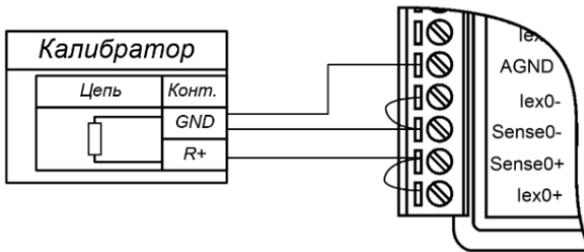
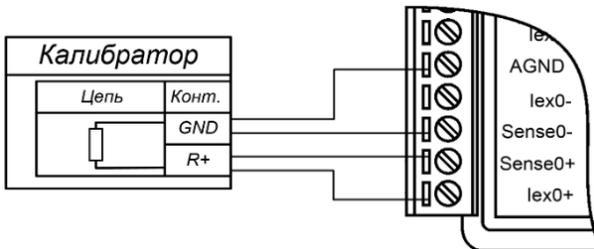

Рис. 4.6. Подключение приборов для юстировки термосопротивлений по трехпроводной схеме соединения модуля NL-4RTDn
Рис. 4.7. Подключение приборов для юстировки термосопротивлений по четырехпроводной схеме соединения модуля NL-4RTDn
При использовании трехпроводной схемы включения датчика (рис. 4.6) юстировку следует проводить с проводами реальной длины (как в условиях эксплуатации). Это позволит скомпенсировать в процессе юстировки паразитное падение напряжения на проводах.
- подготовить 3-проводную (рис. 4.6) или 4-проводную (рис. 4.7) схему соединения калибратора к нулевому каналу модуля;